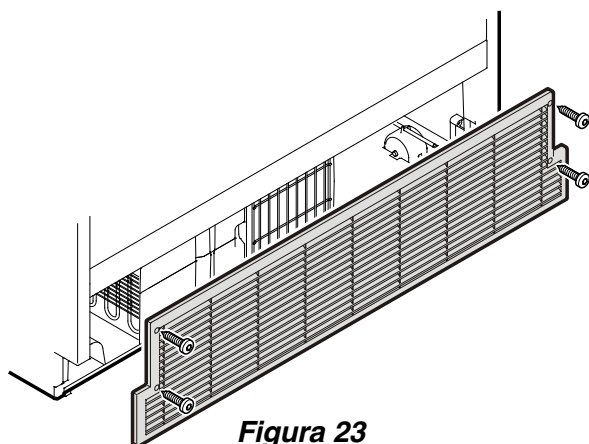

Figura 23
- Abra la gaveta inferior del congelador y desatornille la rejilla de ventilación **Figura 23**.